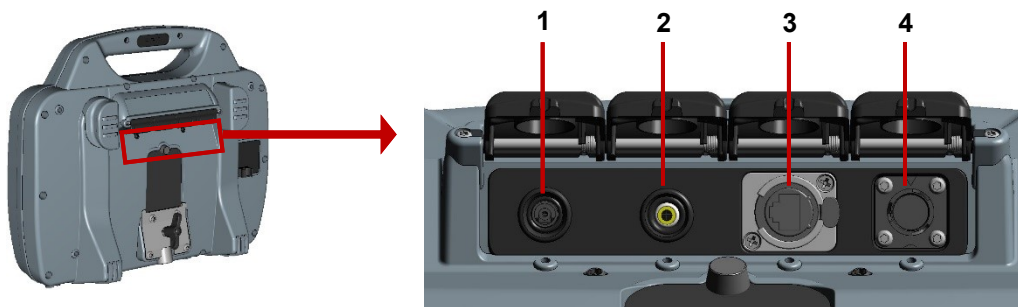

Fig. 3-4: Panneau de connexion principal
- b. Connectez le touret de jonc de poussée à la console de commande à l'aide du câble de raccordement (l'élément 4 de la Fig. 3-4).
3. Connectez le dévidoir à la console de commande à l'aide du câble de raccordement (l'élément 4 de la Fig. 3-4).